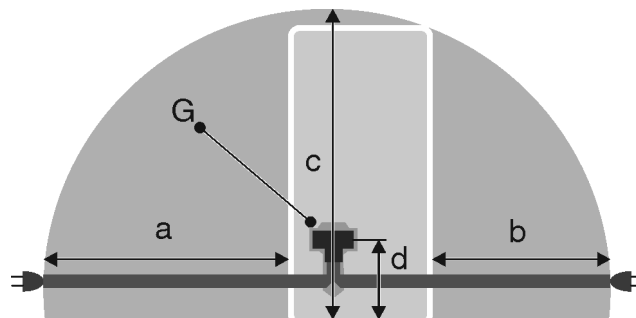

Fig. 55 Kombinacije hladnjaka/zamrzivača / zamrzivači / hladnjaci bez zamrzivača BioFresh*
- Utičnica se ne nalazi iza uređaja, nego u područjima a ili b *Fig. 55 (a, b, c)*.
- Utikač uređaja *Fig. 55 (G)* utaknite na stražnju stranu uređaja. Pripazite da ispravno uskoči.